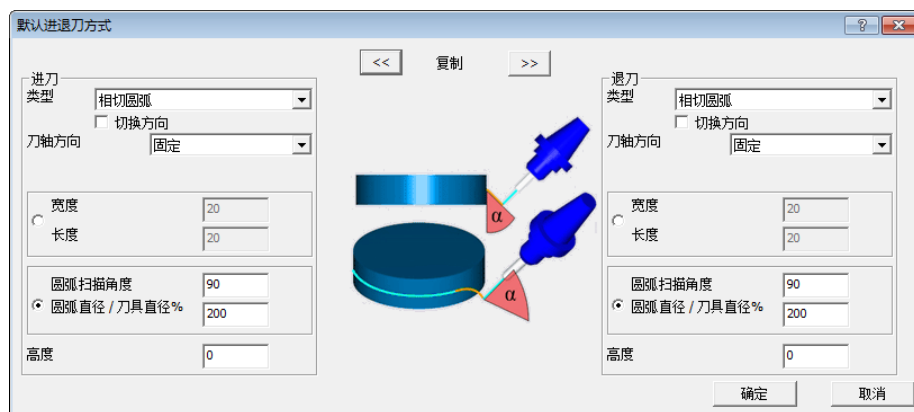

图 5-24 “默认进退刀方式”对话框（2）
- 单击“进刀/退刀宏指令”按钮，弹出“默认进退刀方式”对话框（2），设置相关参数如图 5-24 所示；单击“确定”按钮完成进退刀设置。